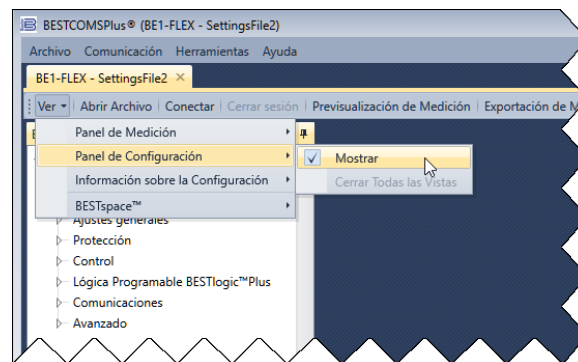

Figura 2-6. Botón desplegable Ver
Haga clic en el botón desplegable Ver para cambiar entre el Explorador de ajustes y el Explorador de mediciones o dividir la vista entre ambos. El Panel de información de ajustes muestra los rangos de los ajustes. Un espacio de trabajo BESTspace™ se puede abrir, guardar o configurar como predeterminado. Consulte Figura 2-6.
- Paso 4: Haga clic en el botón desplegable Ver y desmarque Mostrar panel de mediciones y Mostrar información de ajustes. Consulte Figura 2-6. Esto maximiza el espacio de trabajo de los ajustes.